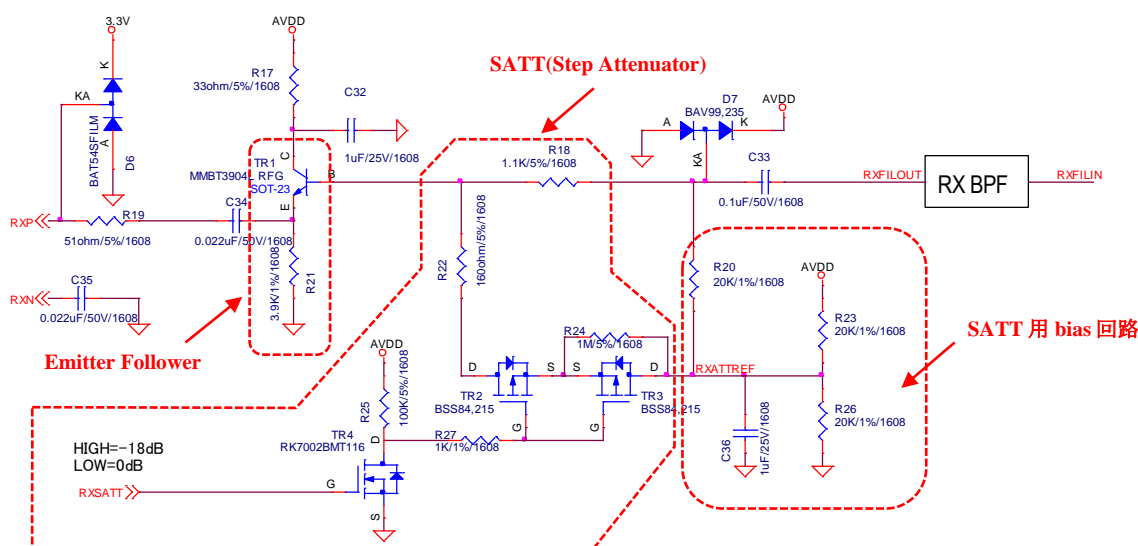

Figure 3-14 Step Attenuator (SATT)の回路例
- 受信回路で飽和する信号レベルを超えていた場合に、RXSATT 信号を 0 から 1 に切替えて、SATT の利得を 0dB から -18dB に切り替えることで受信信号を減衰させます。PLC ボードに搭載される SATT 回路例を Figure 3-14 に示します。